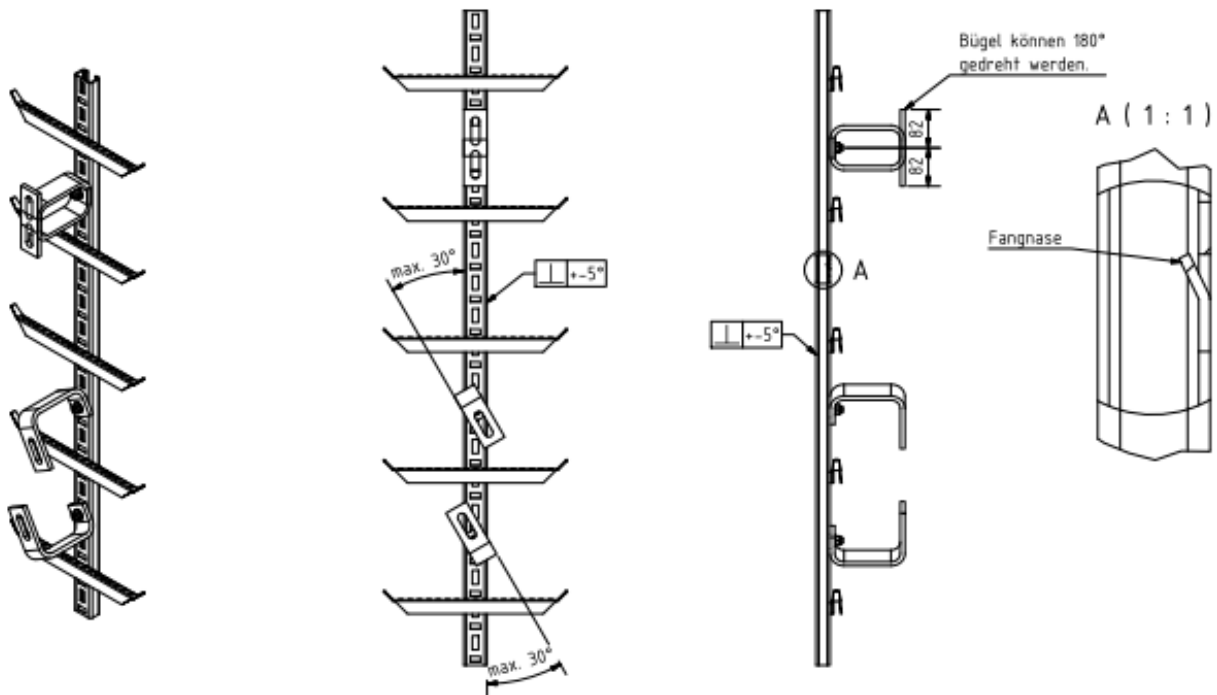

Abbildung 2: Ausrichten Befestigungsbügel
- Der maximale Neigungswinkel der geraden Steigleiterelemente beträgt $\pm 15^\circ$ zur Lotrechten. Siehe Abb.2.